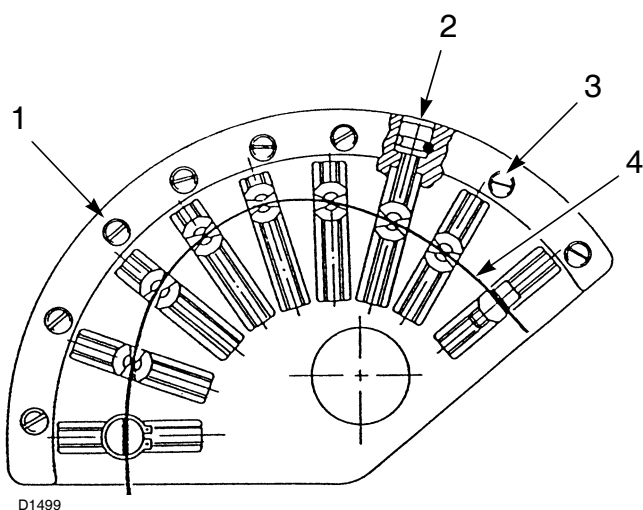

Fig. 31
转动螺丝 2) (图 . 31), 逐渐调整凸轮 1) (图 . 31) 的轮廓。
为了提高调节的可重复性，检查确认当凸轮外沿上轴承抛线 4) (图. 31) 和调节螺丝 2) (图. 31) 在同一水平线上时，凸轮停止旋转。
拧紧或拧松螺丝 2) (图. 31) 增大或降低风量，以适应燃气量的变化。
一旦完成出力调整 (最大出力、最小出力和中间出力)，需要将带锁定螺丝 3) (图. 31) 的风量调节螺丝 2) (图. 31) 固定，以防止“空气-燃气”设定位置的移动。
图示 (图. 31)
拧松螺丝 3) (图. 31)，转动带螺纹的比调仪 2) (图. 31)。
拧松螺丝 3) (图. 31)，调节设定螺丝 2) (图. 31)。
- 通过使用螺丝 2) (图 . 31) 调节可变轮廓凸轮，继续对风量进行设定。
- 当一切调整就绪，切记拧紧螺丝 3) (图 . 31) 锁紧可变轮廓凸轮上的调节螺丝。